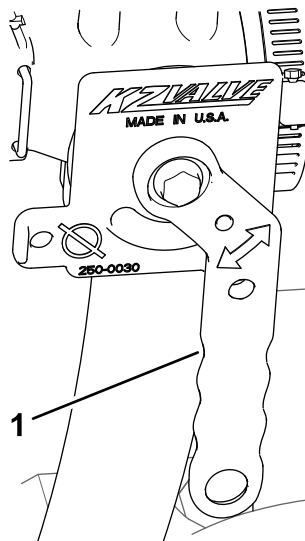

Figura 42
4. Rotiți mânerul supapei de închidere a ejectorului în poziția deschis (Figura 42).
5. Închidei supapa de închidere a ejectorului; consultai Figura 42 din Pornirea ejectorului (Pagină 22).